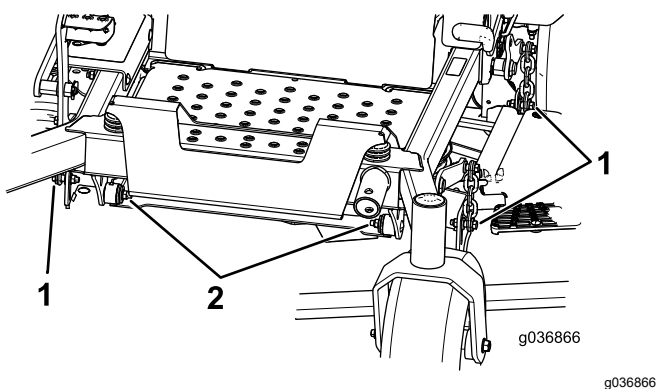

Figure 84
8. Enlevez et conservez les boulons et écrous de chaque côté de la machine (Figure 84).